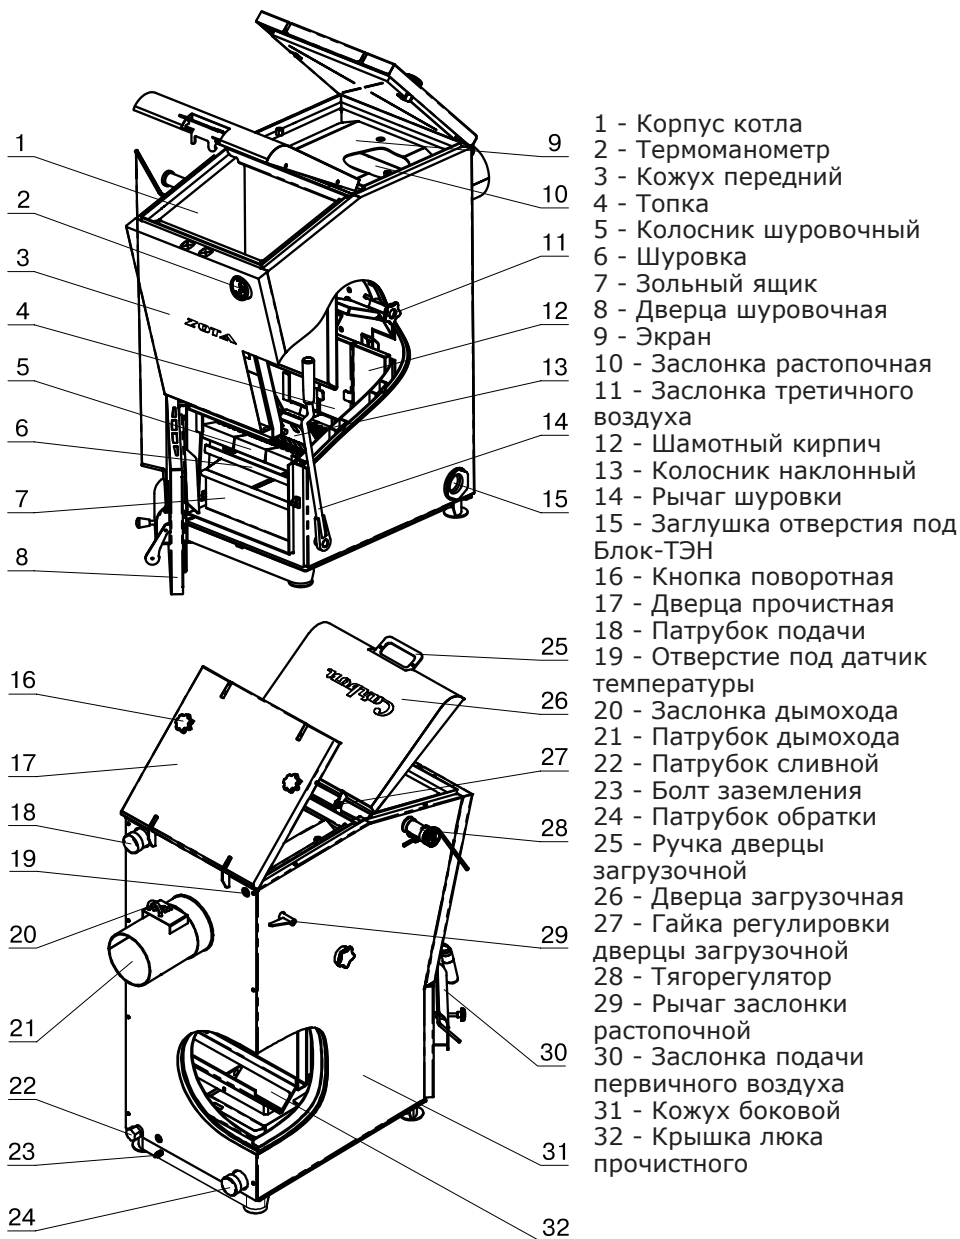

Рис.1 Конструкция отопительного котла
4.5.10. Эксплуатация котла без зольного ящика (Рис.1, поз.7).
4.5.13. Эксплуатировать котел при неполном заполнении системы отопления теплоносителем и с открытыми дверцами (поз.8; 17; 26) (см. Рис.1).
5.1. Котел (Рис.1) состоит из корпуса (поз.1), топки (поз.4), системы газоходов, патрубка дымохода (поз.21).
- Откройте прочистную дверцу (Рис.1, поз.17) и уберите экран (Рис.1, поз.9);
5.10. Проверьте установку крышки люка прочистного (Рис.1, поз.32). Крышка должна лежать на прочистном окне плотно, без зазоров. Доступ к крышке люка производится через газоходный канал при открытой прочистной дверце (поз.17) и снятом экране (поз.9).
Внимание! Неправильная установка крышки люка прочистного (Рис.1, поз.32) приводит к прогоранию и деформации водонеохлаждаемых поверхностей котла. В случае нарушений условий эксплуатации котла рекламации не принимаются.